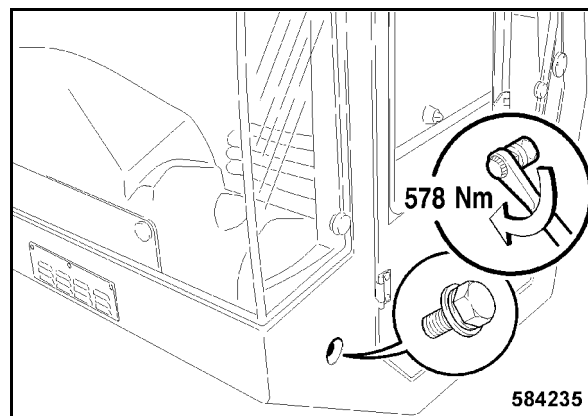

Fig. 183
- El tornillo de fijación delantero, lateral de la izquierda hay que apretar con 578 Nm (Fig. 183).